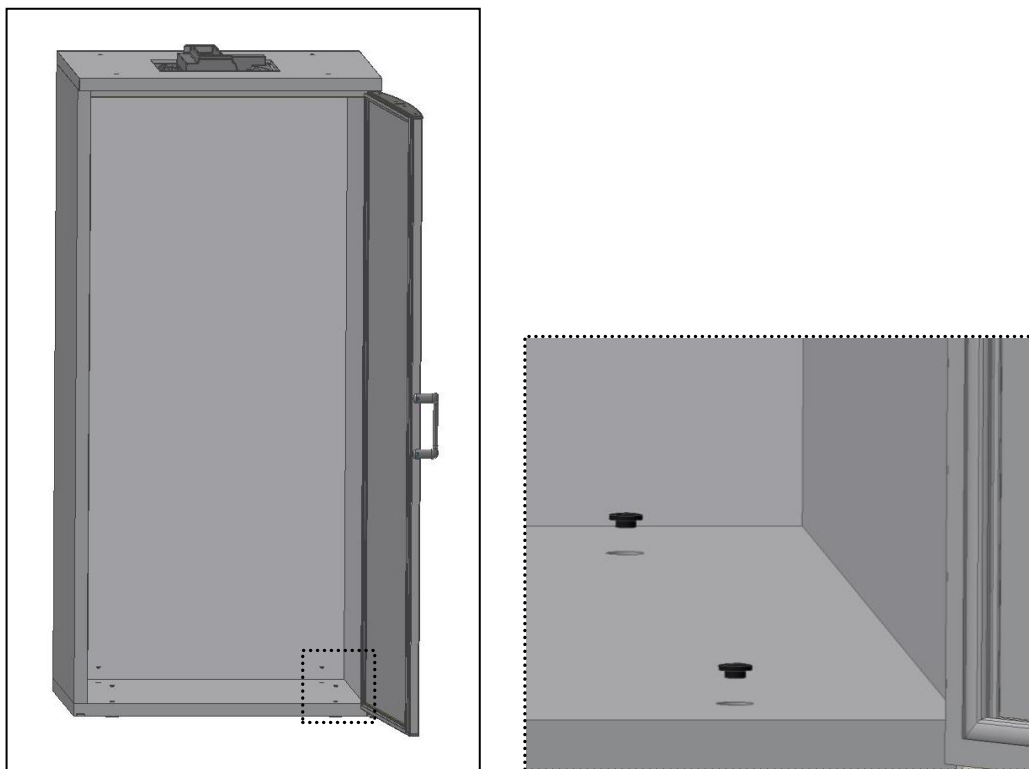

Fig. 11
- Collocare i **cappucci** nel fondo (Fig.11);